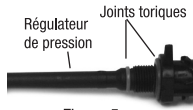

Figure 5
9. Le régulateur de pression peut aussi être remplacé à ce moment, au besoin, en le dévissant de la chambre de pression. S'il est remplacé, appliquez du pétrolatum aux joints toriques du régulateur de pression avant d'installer (fig. 5).